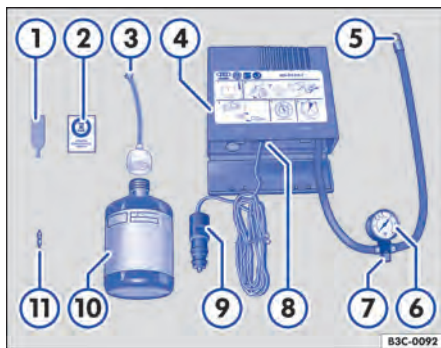

Fig. 244 Representação esquemática: componentes do kit de reparo dos pneus.
O kit de reparo dos pneus encontra-se no compartimento de bagagem sob o revestimento do assoalho. Ele é composto pelos seguintes componentes ⇒ Fig. 244:
- Colar a etiqueta adesiva ⇒ Fig. 244 ② do kit de reparo dos pneus no campo visual do condutor no painel de instrumentos.
- Com a chave para remoção do elemento da válvula ⇒ Fig. 244 ①, desrosquear o elemento da válvula do pneu e colocá-lo sobre uma superfície limpa.
- Agitar a garrafa para enchimento dos pneus ⇒ Fig. 244 ⑩ algumas vezes com força.
- Rosquear a mangueira de enchimento ⇒ Fig. 244 ③ com firmeza no sentido horário sobre a garrafa para enchimento dos pneus. A película na tampa é perfurada automaticamente.
- Remover a vedação da tampa da mangueira de enchimento com bujão ⇒ Fig. 244 ③ e introduzir a extremidade aberta totalmente na válvula do pneu.
- Rosquear novamente o elemento da válvula com a chave para remoção do elemento da válvula ⇒ Fig. 244 ① na válvula do pneu.
- Rosquear a mangueira de enchimento dos pneus ⇒ Fig. 244 ⑤ do compressor de ar com firmeza na válvula do pneu.
- Verificar se o parafuso de sangria de ar ⇒ Fig. 244 ⑦ está fechado.
- Encaixar o conector do cabo ⇒ Fig. 244 ⑨ em uma tomada 12 V do veículo ⇒ Página 184.
- Ligar o compressor de ar com o interruptor LIGA-DESLIGA ⇒ Fig. 244 ⑧.
- Deixar o compressor de ar funcionar até atingir 2,0 – 2,5 bar (29 – 36 psi / 200 – 248 kPa) ⇒ . **Tempo de funcionamento máximo de 8 minutos** ⇒ ①.
Reconectar a mangueira de enchimento do pneu ⇒ Fig. 244  e ler a pressão de enchimento do pneu no indicador da pressão dos pneus ⇒ Fig. 244 .